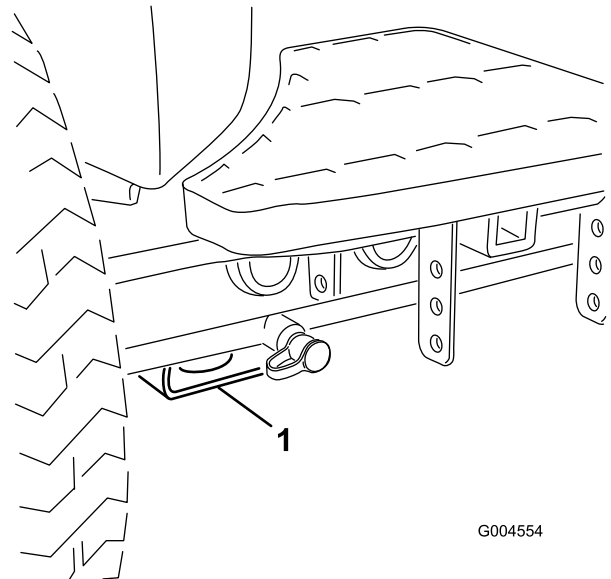

図 23
- ・ 前：各前輪の内側、アクスルチューブの下にある四角いパッド(図 23)